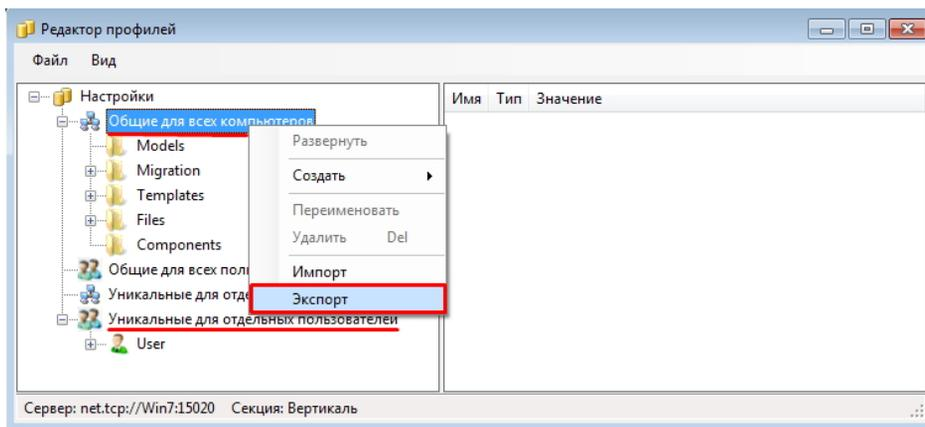

Рис. 4.10
1. С помощью Редактора профилей выполните экспорт узлов, содержащих конфигурационные данные САПР ТП ВЕРТИКАЛЬ и системы Нормирование материалов. В секции **Вертикаль** выполните экспорт разделов **Общие для всех компьютеров** и **Уникальные для отдельных пользователей** (рис. 4.10).